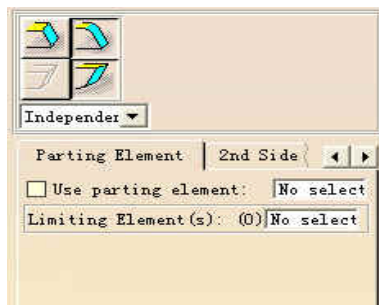

图 3-5 设置分界元素
- ◆ Parting Element 选项卡如图 3-5 所示，用来定义分界元素。